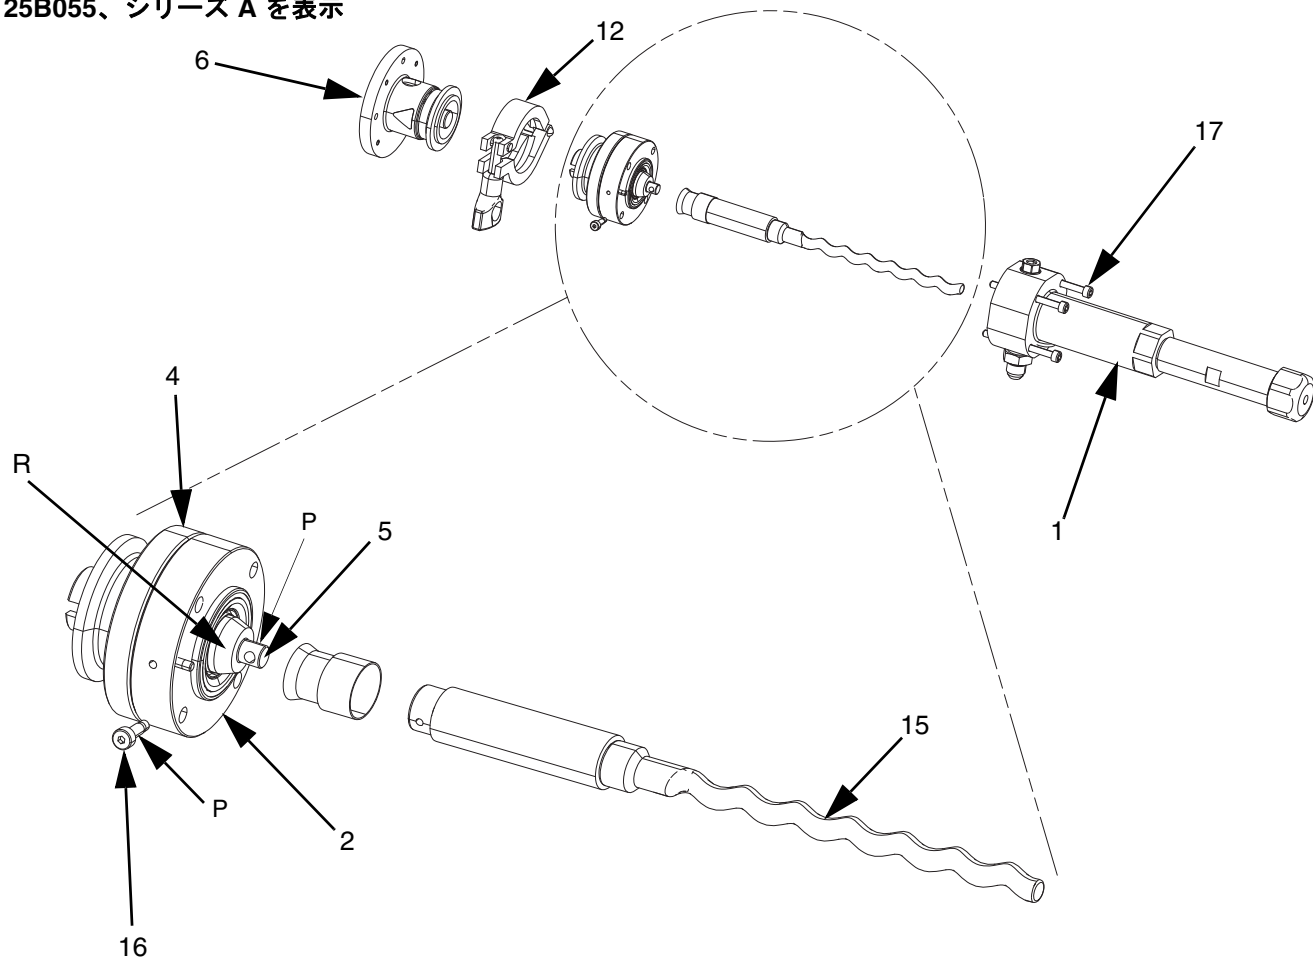

図 6
1. 再アセンブリの前に、ローターアセンブリ (15) と軸 (5) がきれいであることを確認します。
2. 図 6 に示されているように、ショルダーボルト (16) とローター (15) の端のインジケータライン (P) に高強度の取り外し可能な青の接着剤を塗ってください。
3. ショルダーボルト (16) を 9 ~ 10 in-lbs で締めてください。
4. 保護スリーブ (33) を所定の場所にずらして配置してください。テーパー (R) の端を超えないようにしてください。最高 250° F (121° C) の温度でヒートガンを使用してスリーブを縮めてください。
**注:** ポンプの本体 (1) を取り付ける際には、4 つのネジ (17) にグリースを塗り、各ネジが同じように締められていることを確認するために、スターパターンで締めてください。すべての 4 つのネジをぴったりと締めてから、ネジ 1、4、2、3 を 28-31 in-lbs でインクリメンタルに締め、これらが完全に締められるようにします。